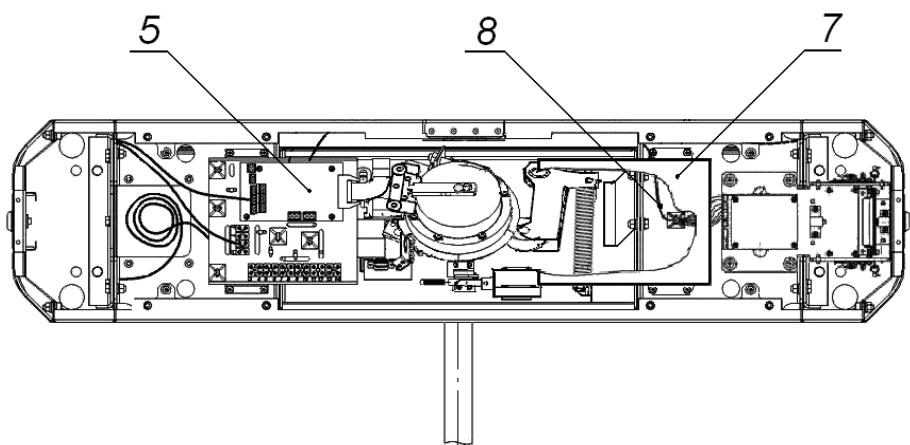
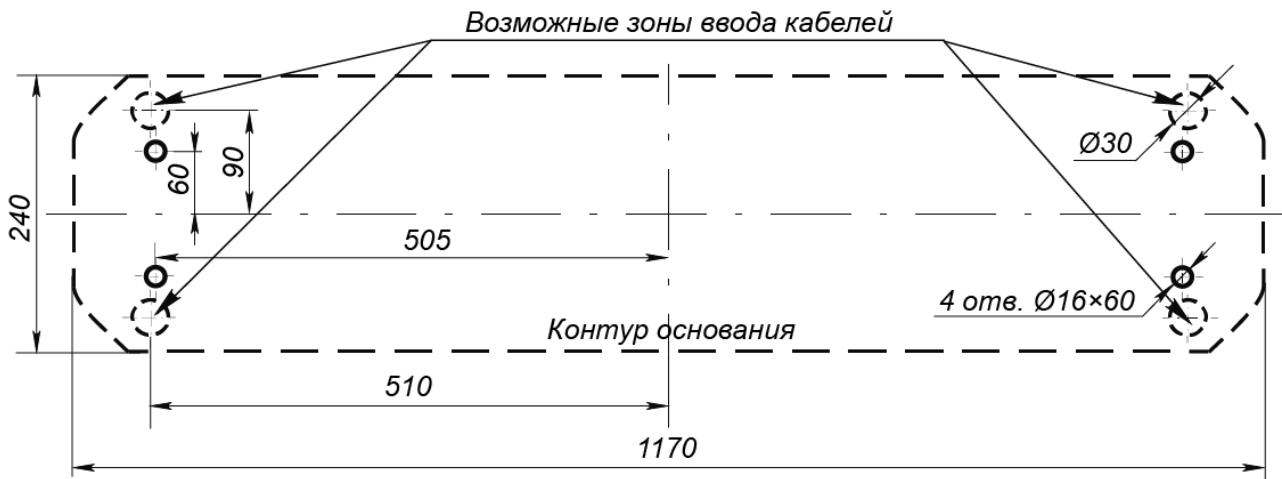

Рисунок 13. Схема прокладки кабелей в стойке турникета
Рисунок 14. Схема разметки для установки стойки турникета
2. Подготовьте в полу отверстия под гильзы анкеров для крепления стойки турникета (см. рис. 14). При необходимости прокладки кабелей под поверхностью пола подготовьте в полу кабельный канал, подходящий к зоне ввода этих кабелей в стойку турникета. Установку и крепление стойки производите после прокладки всех кабелей в кабельном канале и внутри стойки. Прокладка кабелей внутри стойки показана на рис. 13.
4. Демонтируйте заглушку стойки (7) и контейнер картоприемника (9), открыв ключом замки (8, 10). Установите стойку турникета на гильзы анкеров и закрепите ее болтами M10.
Возможна установка картоприемника с противоположной стороны турникета. При этом торцевые крышки (5) со считывателями свои местоположения не меняют. При производстве механизм картоприемника установлен со стороны считывателя №2 (см. рис. 13).
1. Снимите крышку (3) в порядке, указанном в разделе 6.
2. Извлеките контейнер картоприемника (9), открыв замок (10).
3. Извлеките заглушку (7) с противоположной стороны, открыв замок (8).
4. Демонтируйте торцевые крышки (5); каждая крышка крепится двумя винтами M4×16 и двумя шурупами Ø4,2×19 снизу со стороны контейнера (9) или заглушки (7); кабели считывателей, находящихся внутри крышек, не отсоединяйте.
7. Отсоедините кабель картоприемника (8, рис. 13) со стороны платы картоприемника.
9. Переложите кабель картоприемника (8, рис. 13) на сторону считывателя №1. Для фиксации кабеля используйте самоклеящиеся площадки и пластиковые стяжки, входящие в комплект поставки.
10. Подсоедините кабель картоприемника (8, рис. 13) к плате картоприемника (см. рис. 10) согласно схеме (рис. 12).
11. Установите торцевые крышки (5) в рабочее положение и закрепите в порядке, обратном снятию.
12. Установите в рабочее положение контейнер картоприемника (9) со стороны механизма картоприемника, а заглушку (7) – с противоположной стороны.
13. Установите крышку (3) в рабочее положение (см. разд. 6).
Конструкцией турникета предусмотрена возможность установки платы контроллера СКУД внутрь корпуса турникета. Установка платы осуществляется на кронштейн (7, рис. 13). Максимальный допустимый размер устанавливаемой платы контроллера 160×150×35 мм.